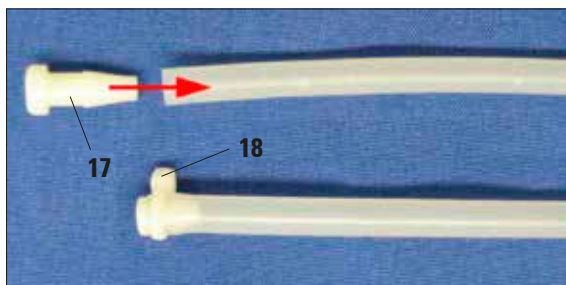

Fig. 27
Hvis der kun skal bruges én eller to skyllestationer, skal de slanger, der ikke anvendes, lukkes med en prop (17), se fig. 27.
- De drejes og skubbes helt ind i slangeenden og fastgøres med en strip (18).